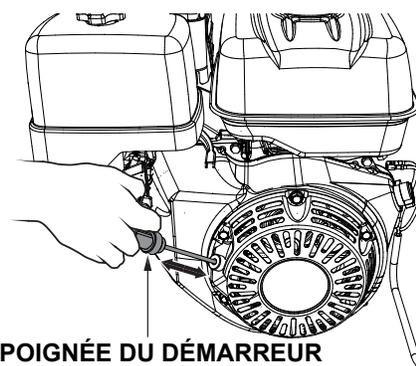

Figure 14. Poignée du démarreur
5. Si votre génératrice démarre uniquement à rappel (sans batterie), saisir la poignée du démarreur (Figure 14) et la tirer lentement. La résistance devient plus importante à une position spécifique qui correspond au point de compression. Tirer vigoureusement sur la poignée du démarreur, mais de façon fluide pour démarrer. Passer à l'étape 6 si votre unité est un modèle à démarrage électrique (avec batterie installée).